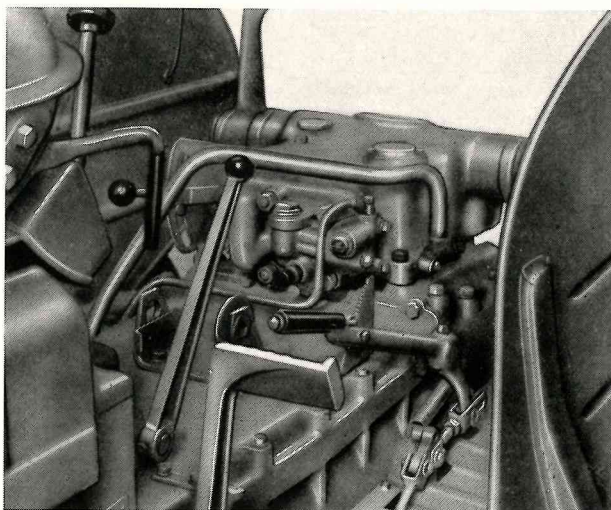

Fig. 242 - Sollevatore idraulico montato su trattore.
- 2) sollevatore del tipo a posizione controllata, con serbatoio dell'olio incorporato, applicato sulla parte posteriore del coperchio della trasmissione (fig. 242).